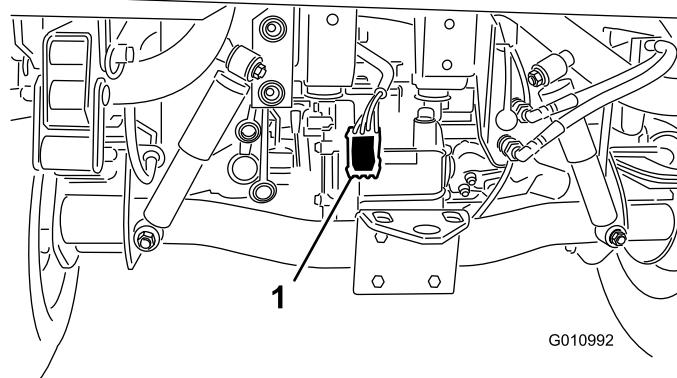

図 7
- スイーパのワイヤ・ハーネスを、ワーカマンのメイン・ワイヤ・ハーネスに沿って車両後部へ配線する（図 7）。